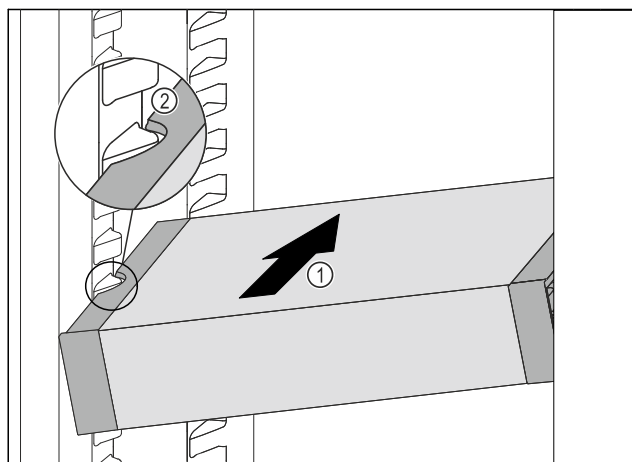

Fig. 96
- Вдвигайте VarioSafe под наклоном в холодильное отделение Fig. 96 (1), пока боковые выемки Fig. 96 (2) VarioSafe не окажутся на высоте выступа резервуара в холодильном отделении.